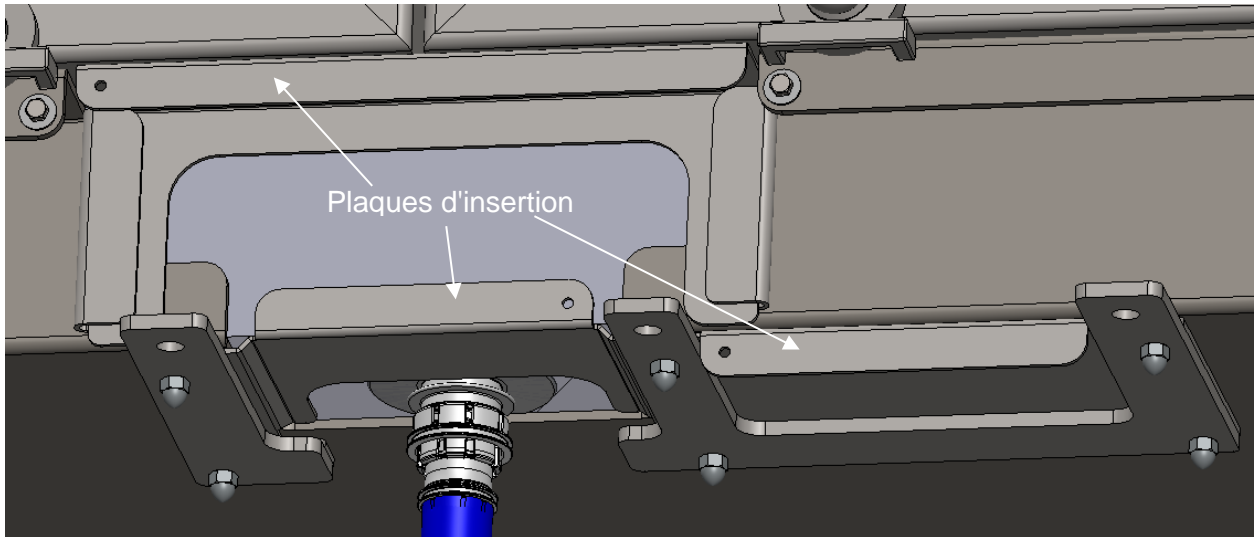

Figure 15 : Plaques d'insertion du réservoir installées
- Installer les plaques d'insertion du réservoir incluses dans l'orifice de réservoir correspondant (Figure 15).
15. Si le bioconteneur de mélange comprend un raccord EZ Drain (Easy Drain), le positionner dans l'orifice de drainage, installer la plaque d'insertion de vidange (voir ci-dessous, Figure 15), puis enclipser le clip EZ Drain sur le raccord EN DEHORS du réservoir (Figure 16 et Figure 17).